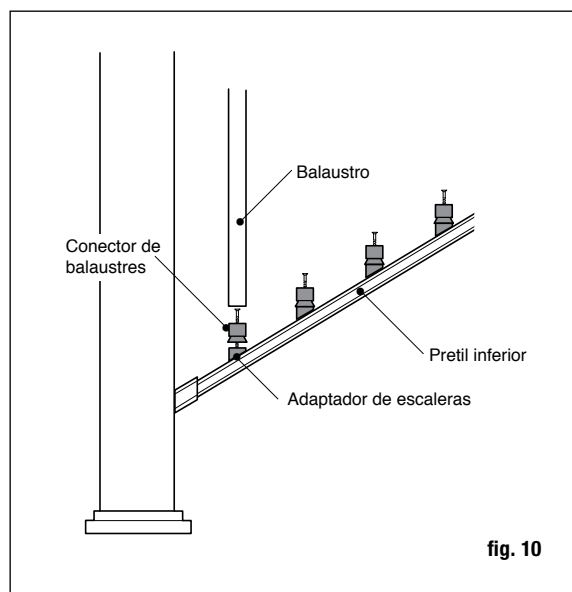

fig. 10
**Paso 7** *Nota: este paso es para instalar los balaustres compuestos cuadrados Deckorators. Para instalar estilos diferentes de Deckorators, consulte las instrucciones de instalación incluidas con los balaustres.* Sujete los conectores de balaustre con adaptadores para escalera (ambos se venden por separado) al barandal inferior a través de los agujeros pretaladrados usando los tornillos incluidos (fig. 10).